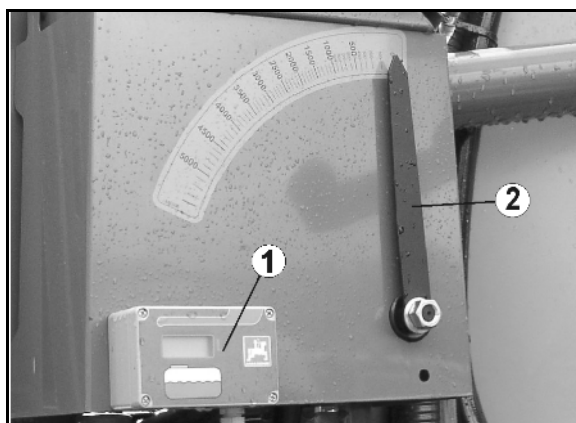

Fig. 55
- elektronisch (Fig. 55/1) (Option)
- mechanisch (Fig. 55/2)